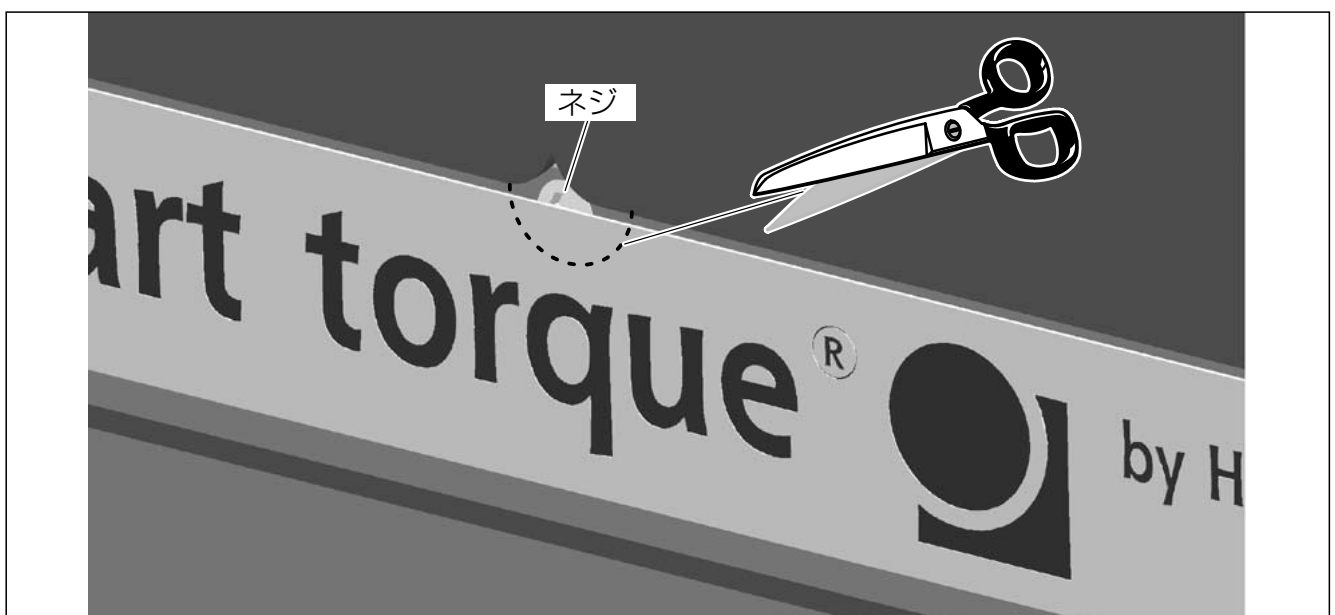

図6.5 : フィルムの切り取り
2. 以下は100N・m～3kN・mの定格のトルク計にて接触保護カバーのオーダーをいただいた場合です。留めネジのためにタップが切られた穴はフィルムによっておおわれています。ここのフィルムを少なくとも6mmの半円に切ってください。(図6.5参照) スターターの両サイドにあるタップが切られた穴からネジを取り除いてください。後で保護カバー止めのネジを別途この穴に挿入する必要があります。
スペーサーの赤い線は、軸方向の位置合わせに使用します。トランスミッターヘッドの外側の端が、赤い線と一直線になるように、スペーサーの位置を合わせます。(図6.5参照)